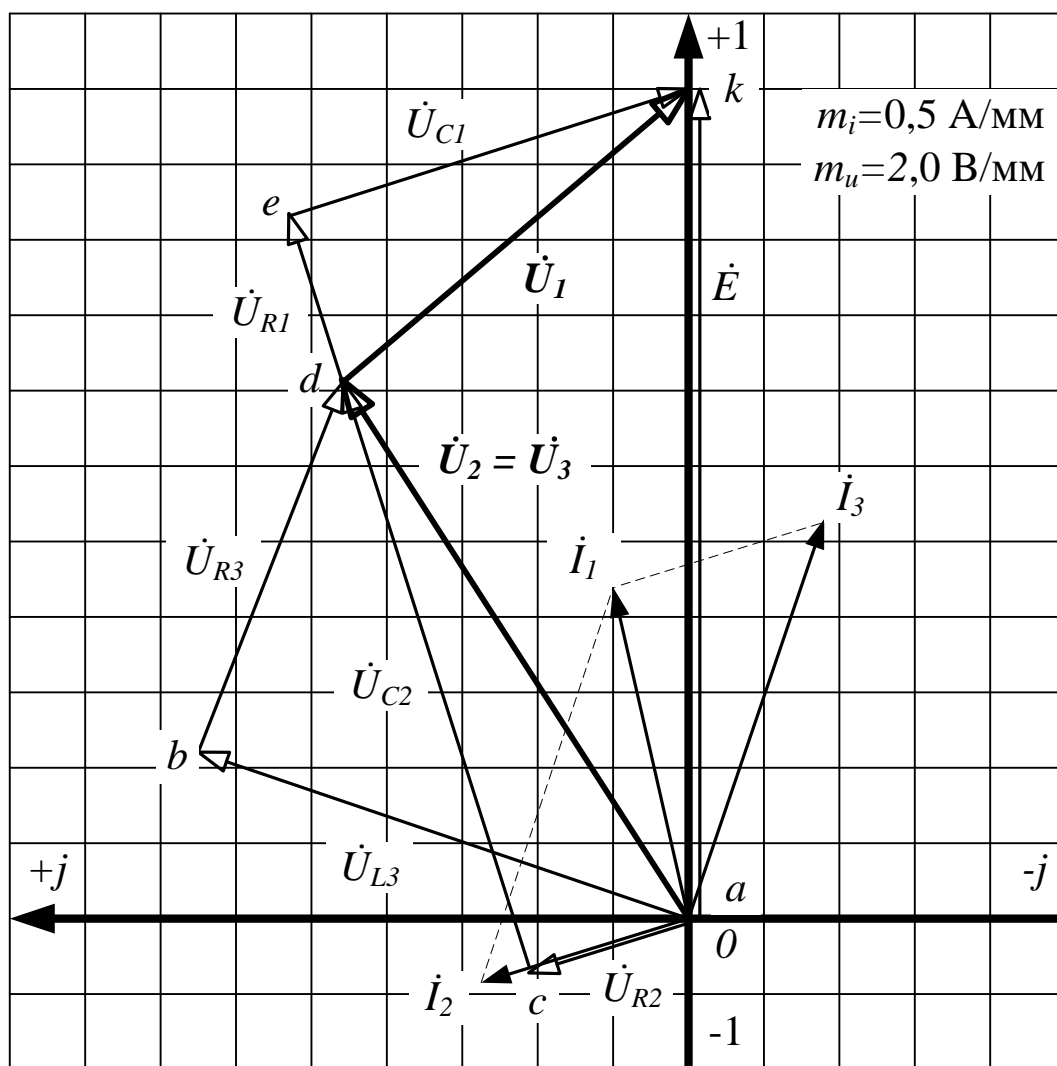

Рисунок 3.34 - Векторная топографическая диаграмма
18. Строим векторную диаграмму токов (рисунок 3.34)
19. Строим векторную диаграмму напряжений (рисунок 3.34)
Топографическая векторная диаграмма напряжений строится в следующем порядке (рисунок 3.34):